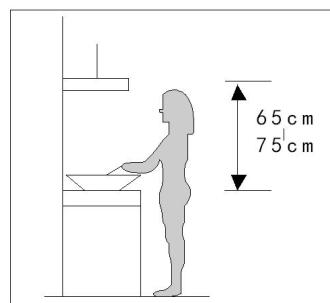

Fig. 3
- Colocar la campana a 65~75 cm del plano de cocción por cuestiones de seguridad y para su correcto funcionamiento (Fig. 3).